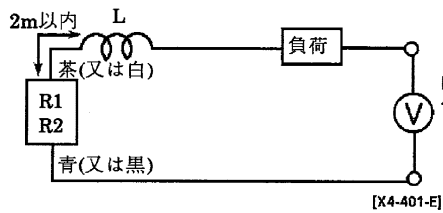
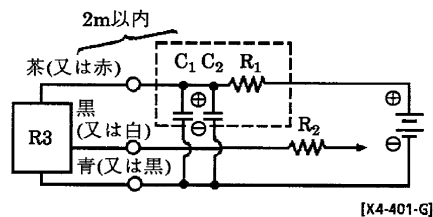

図7 ● チョークコイル
図9 ● 電源ノイズ吸収回路
- リード線配線長が10mを越える場合は、図7、8(R1、R2の場合)、図9(R3の場合)に示す保護回路を必ず設けてください。